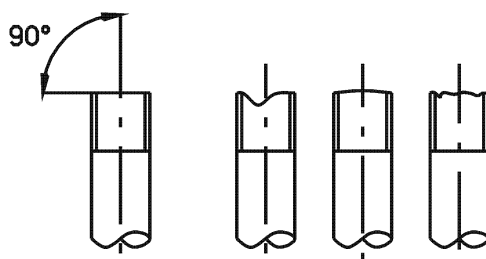

Abb. 23. Schneiden der Rohre
- A. Schneiden Sie das Rohr, an dem die Ausweitung ausgeführt werden soll, mit Hilfe eines Rohrschneiders und vergewissern Sie sich, dass der Schnitt vertikal zur Rohrachse verläuft und keine Verunreinigungen verursacht (siehe Abb. 23).